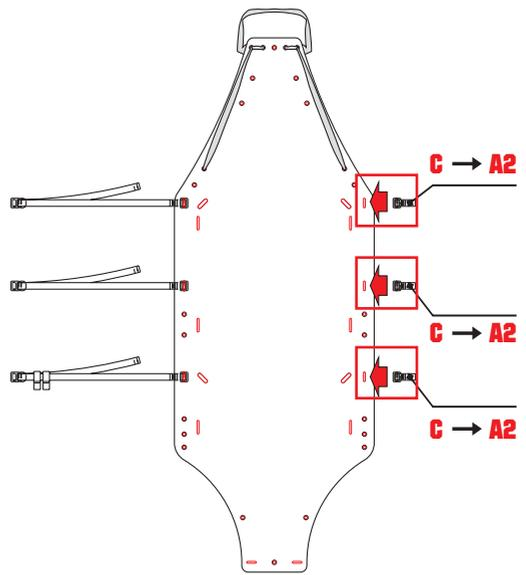

Fig.14
- inserire le fettucce con asola (C) nelle asole A2 del piano di appoggio (fig. 14),